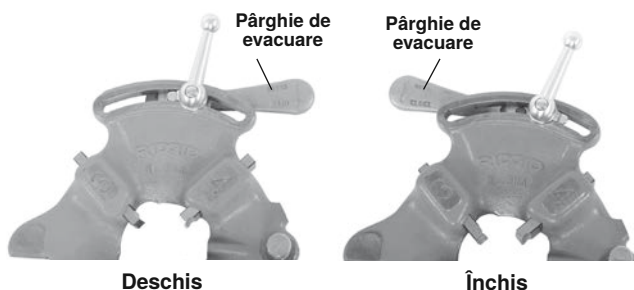

Figura 10 – Poziția pârgiei deschis/închis
2. Mișcați pârghia de evacuare în poziția OPEN (deschis) (Figura 10).